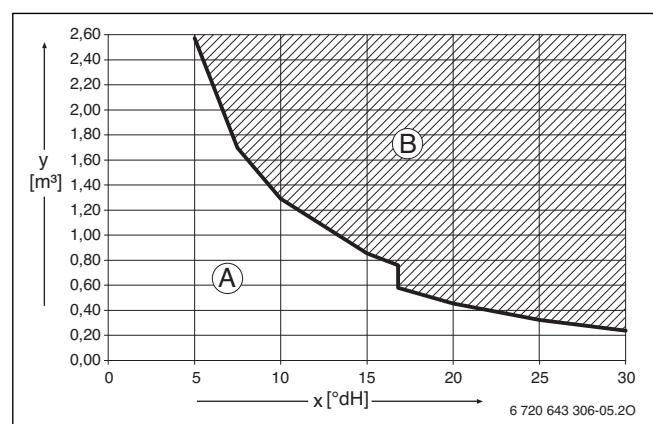

Рис. 11 Требования к воде для заполнения и подпитки, котлы <math>< 50 \text{ кВт}</math>
- Заполняйте систему только чистой водопроводной водой (учитывайте диаграмму на рис. 11).
Диаграмма на рис. 11 предназначена для проверки допустимого количества воды для заполнения в зависимости от ее качества.
- Если фактически необходимое количество воды для заполнения системы больше, чем количество воды за срок службы (→ рис. 11), то требуется водоподготовка. При этом применяйте разрешённые фирмой Buderus химикаты, средства для водоподготовки и др.